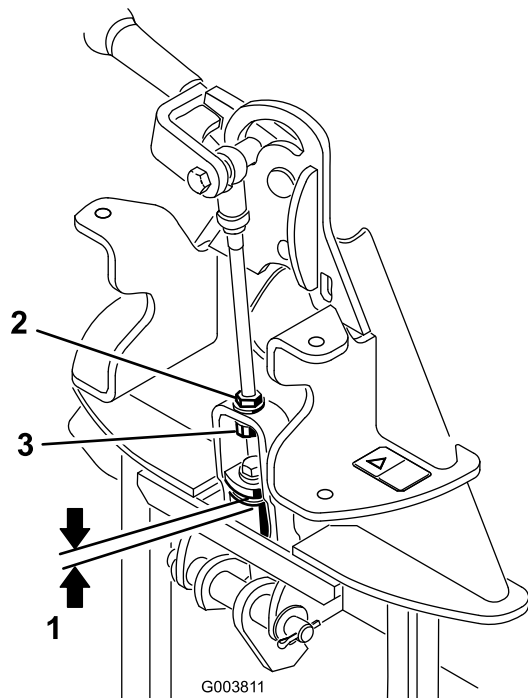

Figura 6
2. Misurate la distanza tra la rondella superiore e il distanziale nel gruppo attacco sull'adattatore dell'attrezzo, come illustrato in Figura 6.